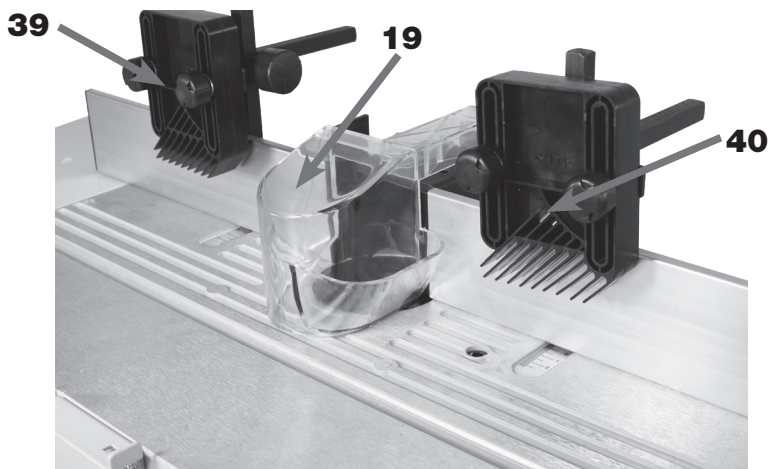

FIGURA 41 - Montagem da Proteção
Para tanto, é necessário que o usuário instale a Proteção (19) (figura 41).